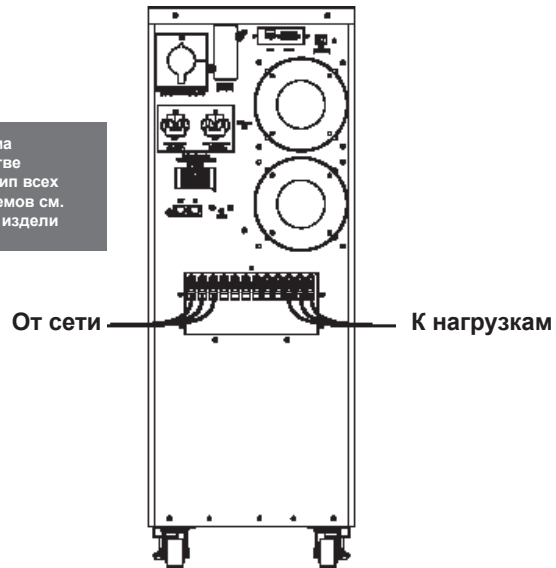

Рис. 2.1
- 1 Подключите нагрузку к выходным разъемам ИБП или клеммной колодке (рис. 2.1).